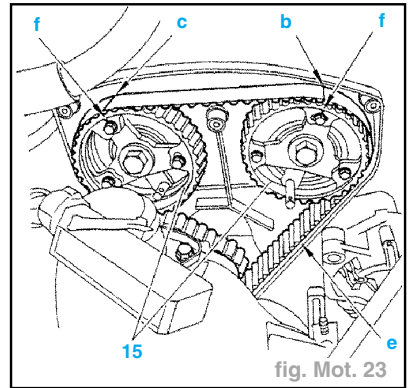

fig. Mot. 23
- Amener les deux poulies (15) en butée de boutonnière dans le sens horaire (fig. Mot. 23).
- Mettre en place l'outil (1) (appareil de mesure des tensions de courroies SEEM C-TRONIC 105-5) sur le brin "e"